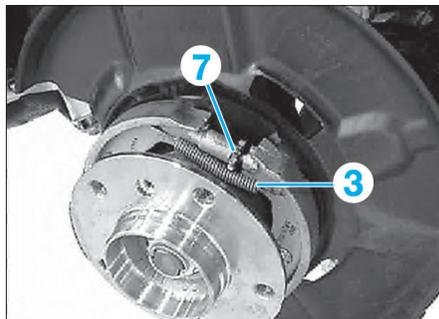
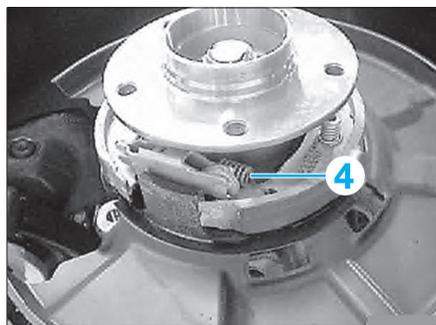

Fig. 23
Fig. 24
- A l'aide d'une pince adéquate, décrocher le ressort de rappel (3) (Fig.23).
- Contrôler les ressorts de rappel (3) et (4), les remplacer au besoin (Fig.23) et (Fig.24).
Prendre garde à la position de la vis de réglage (7). Enduire le filetage de la douille et de la vis d'une fine couche de graisse (Fig.23).